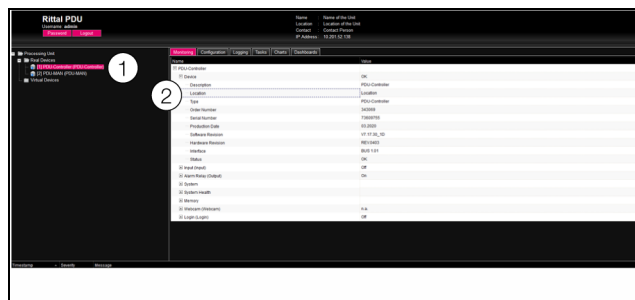

Imagen 27: Selección de un solo parámetro
- Abra sucesivamente las entradas «CMC III PU 19" Edition» y «Device» clicando sobre el símbolo «+» junto a la entrada (imagen 27, pos. 1).
- Coloque el puntero del ratón al final de la primera columna en la línea «Location» (imagen 27, pos. 2). Aparecerá un símbolo «Edit» y el puntero del ratón se convertirá en un símbolo «Hand».